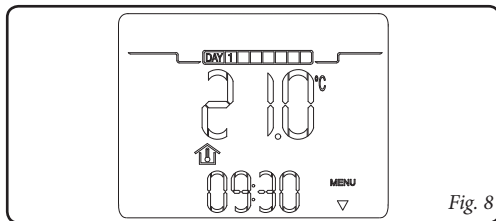

Fig. 8
- **Modalità stand-by / antigelo** (❄️). In questa modalità la caldaia può funzionare solo in caso di richiesta antigelo ambiente. In questo stato viene comunque visualizzato il giorno, l'ora corrente, eventuali anomalie di funzionamento e la temperatura ambiente (fig. 8).